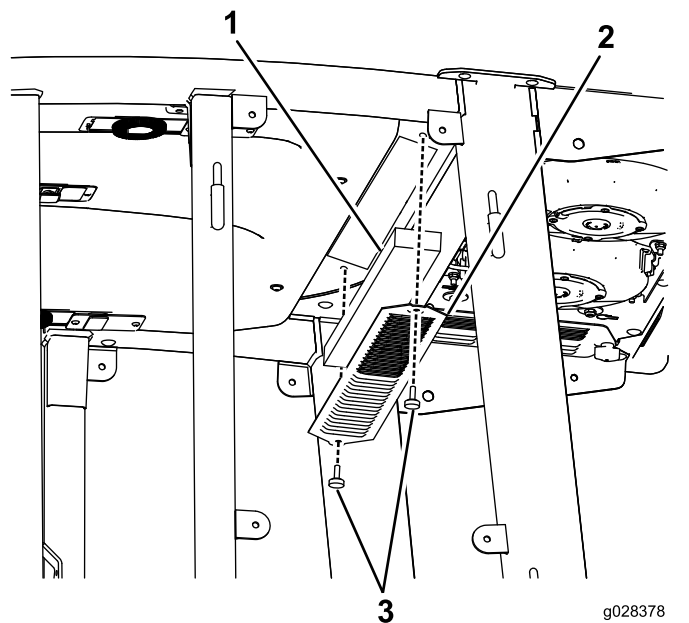

Figura 125
3. Retire o teto da cabina removendo os 22 parafusos que prendem o teto (Figura 125).
4. Retire os filtros (Figura 125).
5. Retire e limpe as bobinas do ar condicionado (Figura 125).